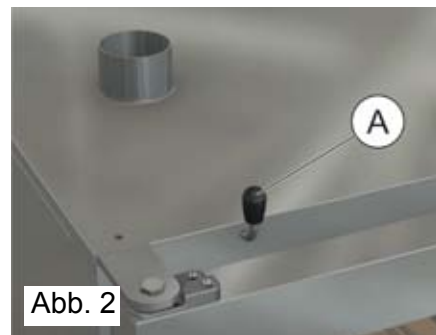

Abb. 2
4.5C Sicherheitsablassventil im Garraum (Abb. 2)